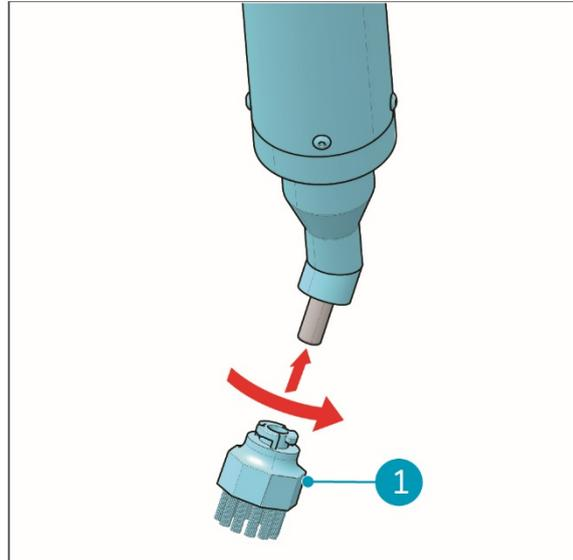

Figura 24
3. Pegue numa escova nova (figura 24, posição 1) e prima e gire no sentido contrário ao dos ponteiros do relógio (para a esquerda) até que esta esteja colocada no lugar.